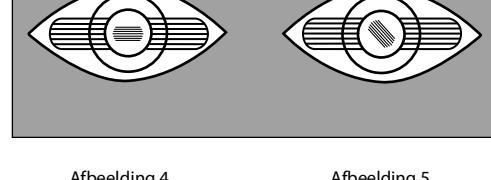

Afbeelding 2
4. Observeer de reflex die lijkt op afbeelding 2, aangenomen dat er geen enkele refraction bestaat. Als er wel sprake is vanachijn astigmatisme, lijkt de reflex meer op afbeelding 3, waar de reflex niet verticaal verschilt.